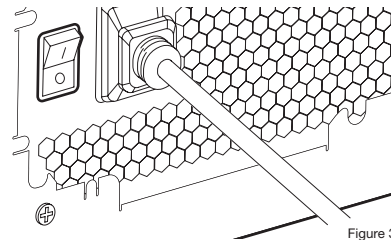

Figure 3
3. Mettez sous tension en basculant l'interrupteur sur ON sur le bloc d'alimentation. Le moteur de la pompe va être amorcé avec du liquide provenant du réservoir, qui va commencer à circuler dans le circuit. Éteignez l'alimentation avant que le réservoir soit vidé. Ne laissez pas la pompe s'assécher ou sans liquide dans le réservoir car cela endommagerait la pompe (Figure 3)!
3. Schalten Sie das Gerät ein, indem Sie den ON-Schalter am Netzteil drücken. Der Pumpenmotor wird mit Kühlmittel aus dem Reservoir gefüllt und beginnt, durch das System zu strömen. Schalten Sie das Gerät AUS, bevor das Reservoir entleert wird. Lassen Sie die Pumpe nicht trocken oder ohne Kühlmittel im Reservoir laufen, da dies die Pumpe beschädigen wird (Abbildung 3)!